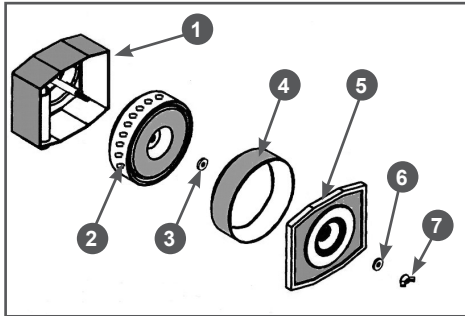

Рис. 22 Обслуживание воздушного фильтра
1. Открутите барашковую гайку 7 и снимите крышку 5 воздушного фильтра (Рис. 22).
3. Проверьте целостность и чистоту воздушного фильтра. Воздушный фильтр состоит из двух фильтрующих элементов (Рис. 22):
Новый воздушный фильтр устанавливается без виброизоляционной втулки 3 (Рис. 22). При замене воздушного фильтра необходимо виброизоляционную втулку переставить со старого воздушного фильтра на новый воздушный фильтр.